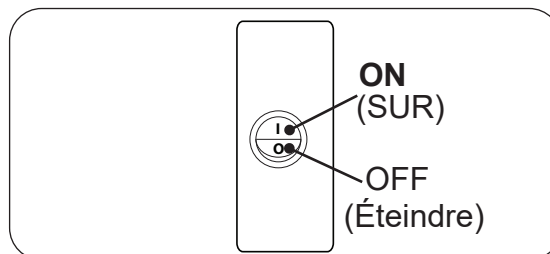

Fig. 34-2 Boîte de commutation, ON/OFF
2. Repérez l'interrupteur ON/OFF sur le devant de la boîte de commutation. Appuyez sur l'interrupteur sur la position **ON** (I). Voir Fig. 34-2.